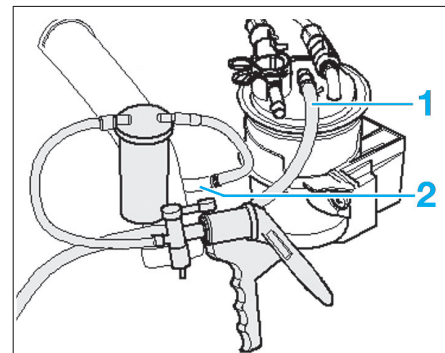

Fig. 39
- Débrancher le flexible d'alimentation (1) (repère blanc) et le flexible de retour (2) (repère bleu) du filtre à carburant (Fig.39).